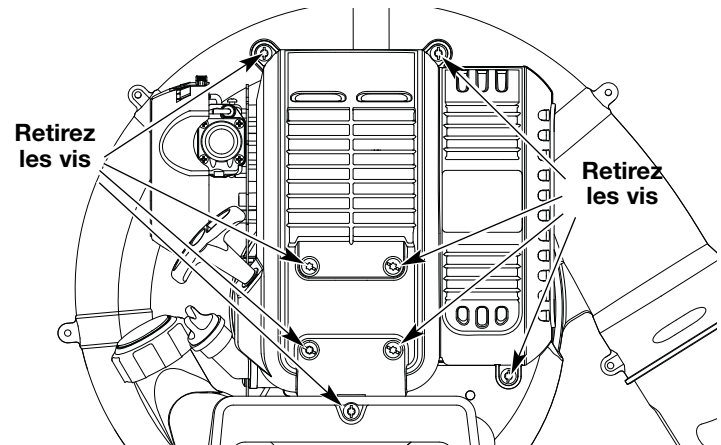

Fig. 30
- Enlevez les huit (8) vis du haut du couvercle du moteur à l'aide d'un tournevis à lame plate ou T-25 Torx (Fig. 30).
- Déposez le couvercle du moteur Fig. 30).
- Arrêtez le moteur et laissez-le refroidir. Enlevez les huit (8) vis du haut du couvercle du moteur à l'aide d'un tournevis à lame plate ou T-25 Torx (Fig. 30).